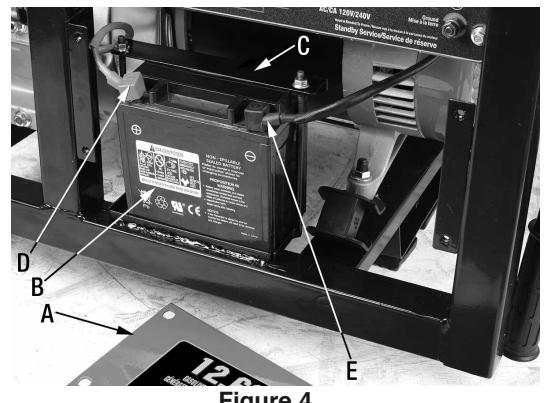

Figure 4
Pour installer la batterie (B) Fig.4, il est nécessaire de retirer le panneau de la batterie (A), dévissez les 4 boulons à tête bridée qui retiennent le panneau au châssis. Placez la batterie (B) dans le plateau à batterie et fixez-la en utilisant la plaque de retenue (C), tiges de fixation et écrous hexagonaux tel que montré. Une fois que la batterie est fixe, branchez le fil rouge positif (+) (D) à la borne positive de la batterie, ensuite branchez le fil noir négatif (-) (E) à la borne négative de la batterie.
Note: La batterie peut paraître différente de la batterie illustrée à la Fig.4, mais les instructions d'installation restent pareil, branchez toujours le fil rouge positif (+) à la borne positive de la batterie, ensuite branchez le fil noir négatif (-) à la borne négative de la batterie.